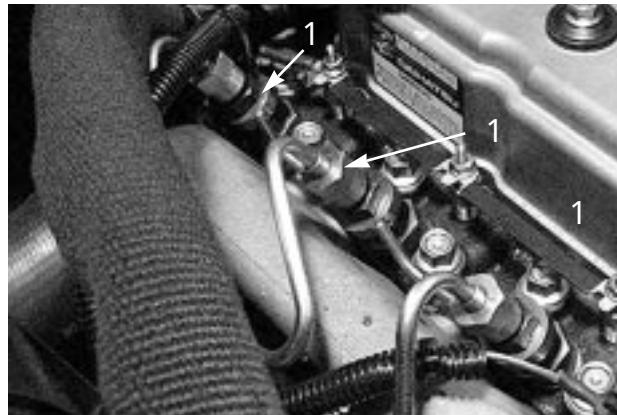

図55
1. No.1 ノズル・ホルダー(図55)へのパイプ接続部をゆるめる。